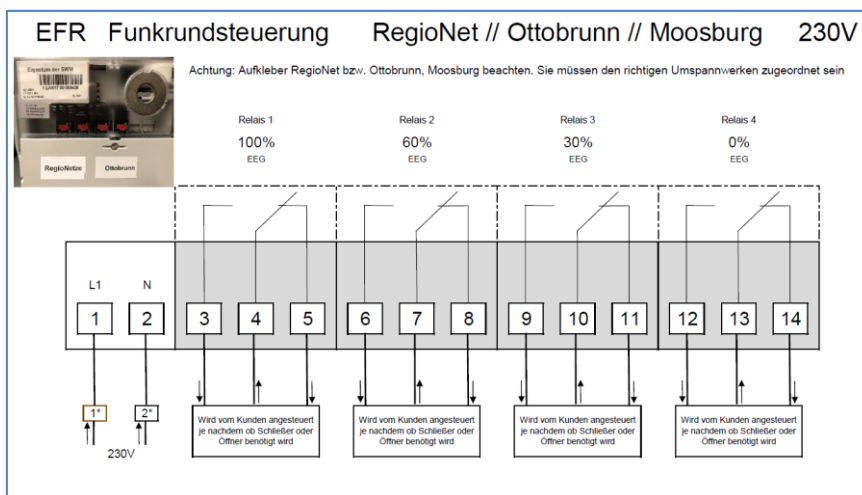

Abbildung 9: Schaltbild des Funkrundsteuerempfängers
3.3.3. Funk-Rundsteuerempfänger (FRE/ Abbildung 9)